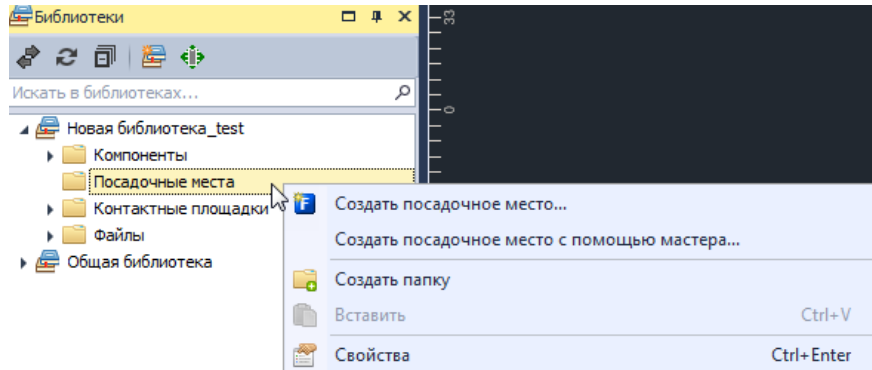

Рис. 79 Выбор библиотеки, в которой будет создано посадочное место и вызов контекстного меню
- Вызовите контекстное меню с выбранной библиотеки и в появившемся окне выберите «Создать посадочное место», см. Рис. 79.